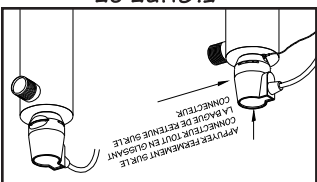
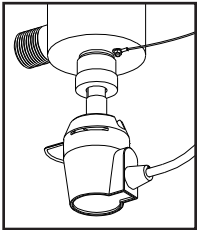

FIGURE 2E
FIGURE 2D
4. Lorsque la connexion est parfaite entre le connecteur et la lampe, faire glisser le connecteur par-dessus l'écrou de retenue. Pour que le connecteur puisse glisser complètement sur l'écrou de retenue, on retiré du corps du connecteur. Lorsque le connecteur est parfaitement retiré par-dessus l'écrou de retenue, ramener en place la bague de retenue métallique pour immobiliser le connecteur (Figure 2E). Le connecteur est muni d'un repère de positionnement par rapport à la chambre du réacteur, s'assurer que la dépression sur le connecteur (Figure 2D) soit située au-dessus de l'oreille de mise à la terre située sur la chambre du réacteur.